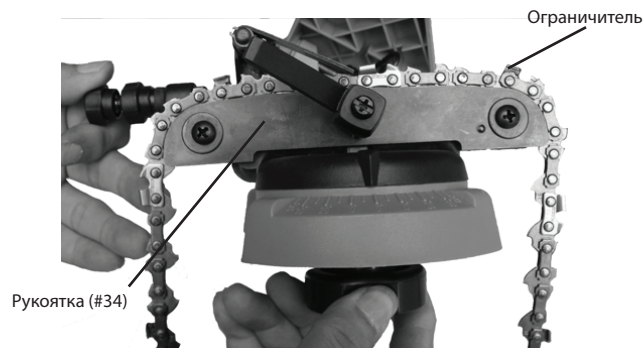

Рис. 10
8. Закрепите цепь на направляющих станка (#31), повернув рукоятку (#34). См. Рис. 10. Рукоятка (#34) должна располагаться так, чтобы ее можно было легко откручивать и закручивать. Ее необходимо будет откручивать и закручивать каждый раз при перемещении на следующее звено цепи.